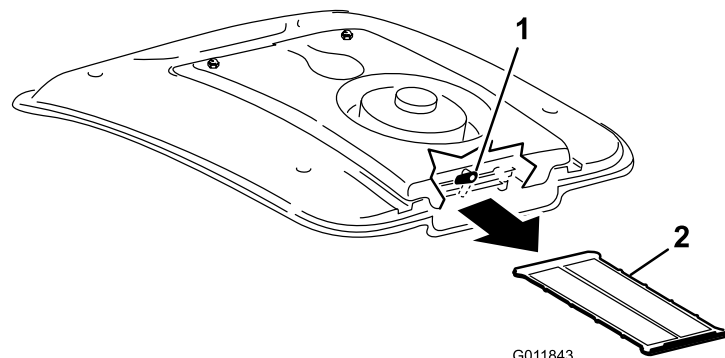

図 57
2. ファンマウントの後部についているラッチを上に戻して横向きにする（図 57）。
3. エアコンコイルからスクリーンを引き出す（図 57）。
4. スクリーンを圧縮空気ですていねいに洗浄する（図 57）。